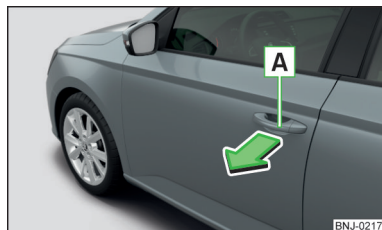

Рис. 33
- » Щоб **відкрити ззовні**, відімкніть автомобіль і потягніть за ручку дверей **А** у напрямку стрілки » Рис. 33.